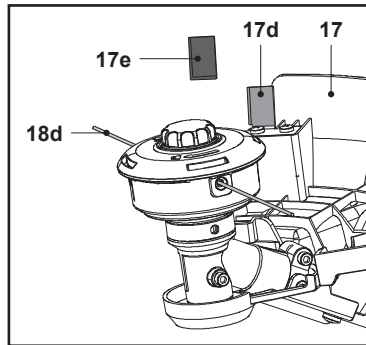

Fig. 16
La protection (17) protège l'opérateur contre les objets projetés pendant le fonctionnement. Elle est équipée d'une lame (17d) qui coupe les fils de coupe (18d) (Fig. 16).